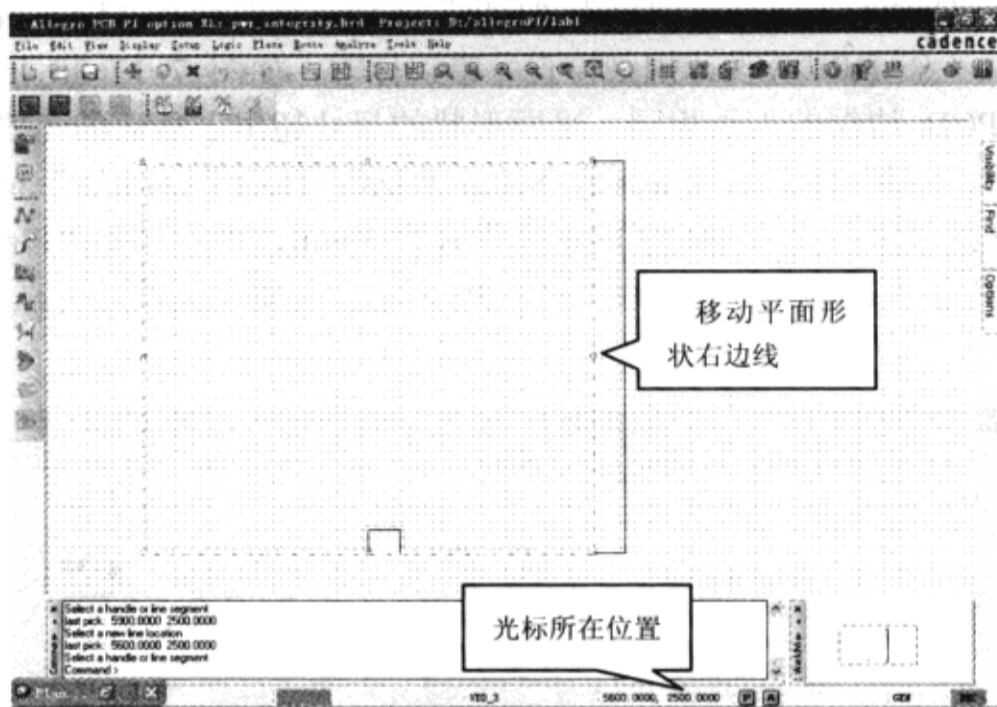

图 7-12-40 电源层右边界向左移动 400mils
(5) 单击 Allegro PCB PI option XL 窗口中所显示图形右边线中点的小长方形，向左移动 400mils (4 个栅格点，坐标是 5600.0,2500.0)，在 Allegro PCB PI option XL 窗口的右下角会显示当前光标所在位置的坐标值，如图 7-12-40 所示。